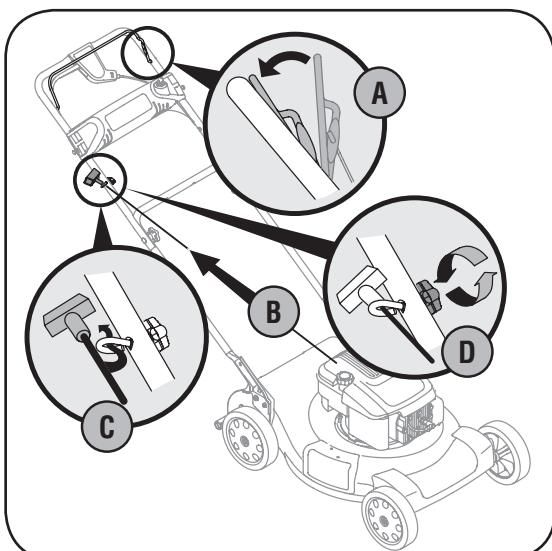

Figura 3-3: Tire del arrancador de retroceso a través de la guía de cuerda y asegure.
3. La guía de la cuerda está unida al costado derecho de la manija superior. Afloje la tuerca de mariposa que sujetla la guía de la cuerda, Figura 3-3.